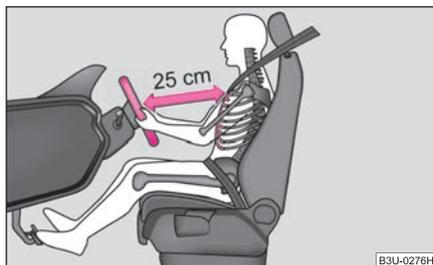

Abb. 102 Der richtige Abstand des Fahrers vom Lenkrad
- Stellen Sie das Lenkrad so ein, dass der Abstand zwischen Lenkrad und Brustbein mindestens 25 cm beträgt ⇒ Abb. 102.
- Der Fahrer muss einen Abstand zum Lenkrad von mindestens 25 cm einhalten ⇒ Abb. 102. Wenn Sie den Mindestabstand nicht einhalten, kann Sie das Airbag-System nicht schützen – Lebensgefahr!